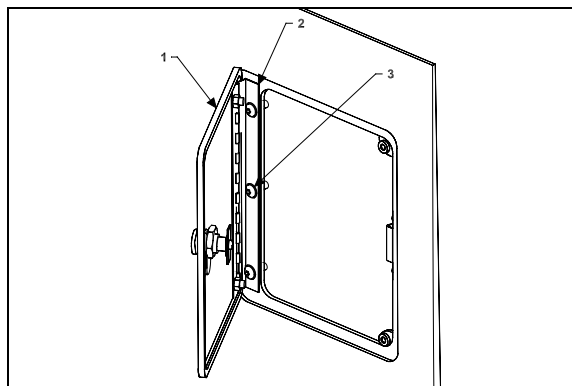

FIGURE 70: PORTE DU RÉSERVOIR DE CARBURANT
1. Ouvrir la porte du réservoir de carburant (1, Figure 70).
2. Desserrer les vis (3, Figure 70) qui fixent le panneau à la charnière (2, Figure 70).